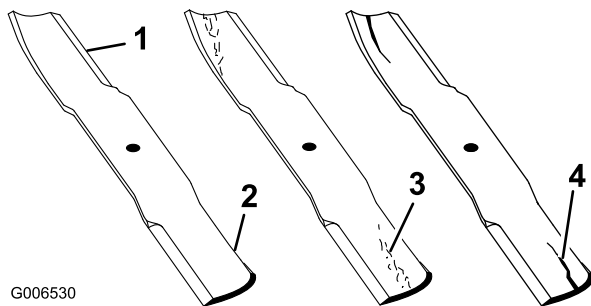

Figure 87
1. Examinez le tranchant des lames (Figure 87). Si les lames sont émoussées ou présentent des indentations, déposez-les et affûtez-les. Voir Affûtage des lames (page 64).
2. Inspectez les lames, surtout la partie relevée (Figure 87). Remplacez immédiatement toute lame endommagée, usée ou qui présente une entaille (Figure 87).